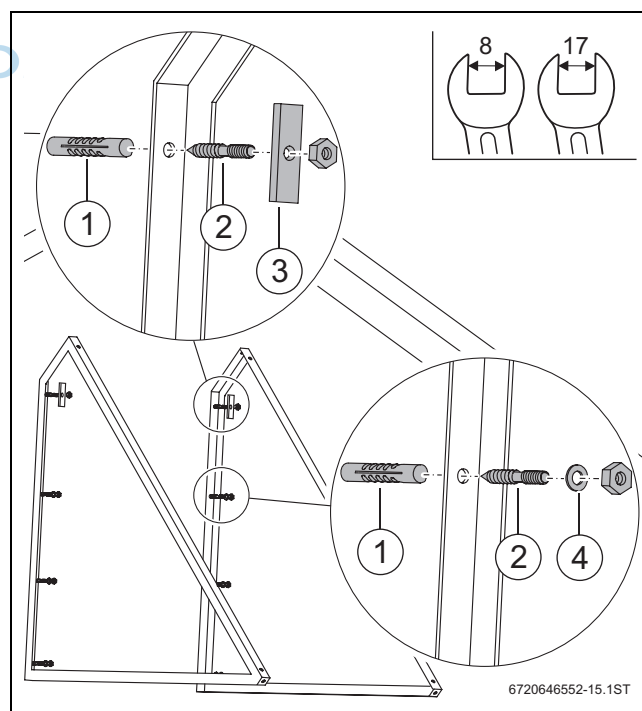

Bild 23
- ▶ Unterlegplatte statt Unterlegscheibe beim obersten Befestigungspunkt montieren (→ Bild 23 [3]).